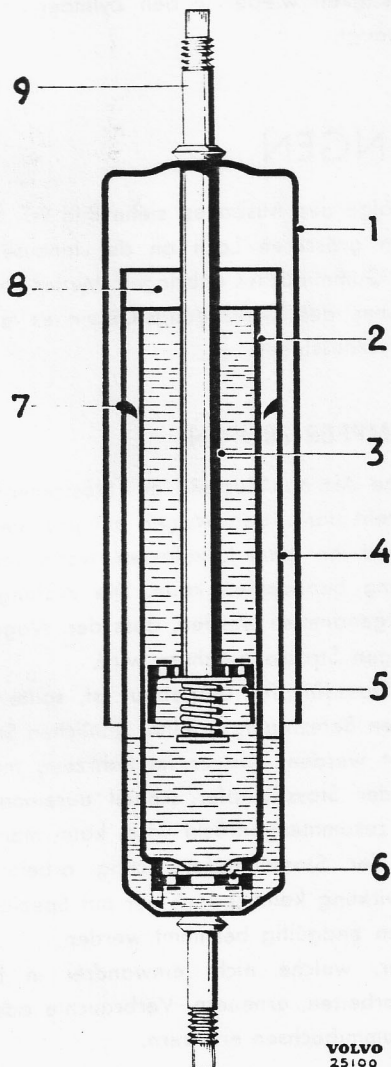

Bild 9-4. Stossdämpfer
Die Ausführung der Stossdämpfer ist in Bild 9-4 gezeigt. Der äussere Zylinder (1) ist ein Schmutzschutz. Die beiden inneren Zylinder (2 und 4) sind konzentrisch, einer in dem anderen, angeordnet. Der kleinere der beiden Zylinder (2) ist der tatsächliche Arbeitszylinder und ist mit einem Ventil (6) an dem unteren Ende versehen. In diesem Zylinder befindet sich ein Kolben (5), in welchen Löcher gebohrt sind. Der Durchgang durch diese Löcher wird durch Ventile gesteuert.